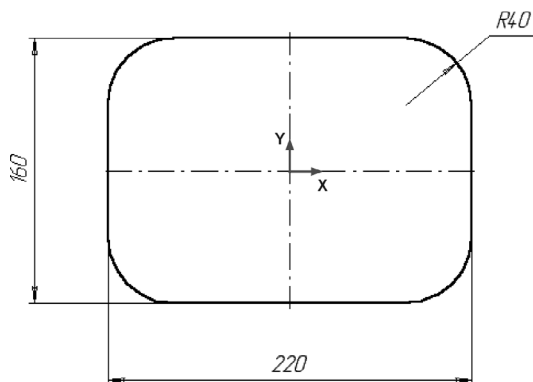

Рис. 16.7. Построение контура детали
3.6. Выполните скругление углов прямоугольника, проставьте его габаритные размеры и радиус скругления (рис. 16.7).